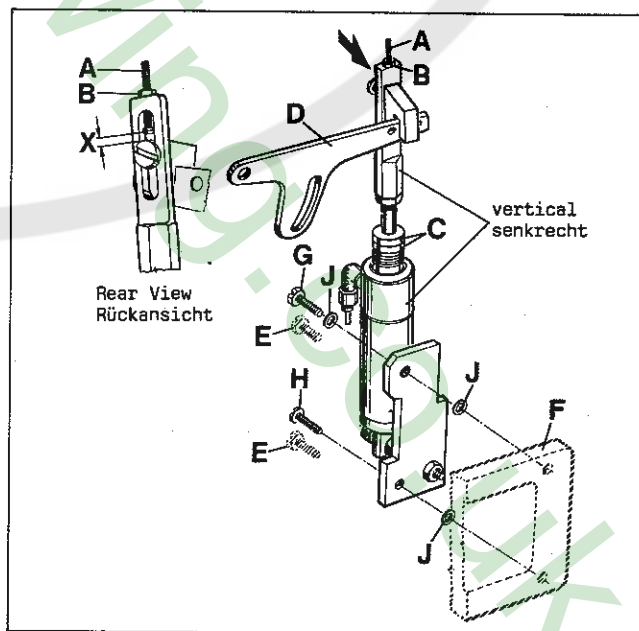

Fig.46
Assemble the pneumatic presser foot lifter, supplied with the sewing table, to the sewing machine (see Fig. 46). For this remove two hex. head screws (E) from the support bracket (F) for the thread trimmer drive. Mount the presser foot lifter with the two screws (G and H, Fig. 46) and three washers (J) so that the air cylinder with strap is vertical (standard setting). Complete the tube connections, see Fig. 3.
Bauen Sie den mit dem Nähstisch gelieferten pneumatischen Drückerfußlifter an die Nähmaschine (siehe Fig. 46). Dazu müssen zwei Sechskantschrauben (E) aus dem Lagerbock (F) für den Fadenabschneider-Antrieb entfernt werden.
Montieren Sie den Drückerfußlifter mit den zwei Schrauben (G und H, Fig. 46) und den drei Scheiben (J) so, daß der Luftzylinder mit Lasche senkrecht steht (Standard-einstellung). Stellen Sie die Schlauchverbindungen her, siehe Fig. 3.
With adjusting screw (A, Fig. 46) the presser foot lifting can be changed. Loosen lock nut (B) and turn adjusting screw (A) down to increase the presser foot lifting or up to decrease it. Retighten lock nut (B).
The end play (X, Fig. 46) of presser foot lifter lever (D) should be at least 1 mm (3/64 in.) before the presser foot starts lifting.
Mit der Einstellschraube (A, Fig. 46) kann das Anheben des Druckerfußes verändert werden. Lösen Sie die Feststellmutter (B) und drehen Sie die Einstellschraube (A) nach unten um das Anheben des Druckerfußes zu vergrößern oder nach oben, um es zu verkleinern. Ziehen Sie die Feststellmutter (B) wieder an. Der Ausbau eines oder beider Anschlagringe (C) ist erforderlich, wenn der Druckerfuß mehr als 2 mm angehoben wird. Das Spiel (X, Fig. 46) des Druckerfußlifterhebels (D) muß mindestens 1 mm betragen bevor der Druckerfuß anzuheben beginnt.